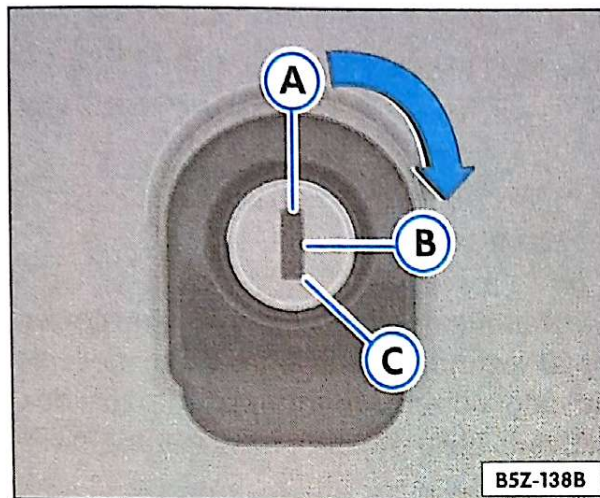

Fig. 50 Tampa do compartimento de bagagem: abertura
- Gire a chave até a posição vertical ⇒ fig. 50 (A).
- Gire a chave até a posição vertical ⇒ fig. 50 (A). As portas devem ser destravadas antes pela porta do condutor ou pelo comando remoto.
- Segure o manípulo ⇒ fig. 50, aperte o botão de abertura e levante a tampa.
- Gire a chave no sentido horário até o batente ⇒ fig. 50 (C) e, segurando-a nesta posição, pressione o botão de abertura e levante a tampa pelo manípulo. A chave não poderá ser retirada do cilindro quando estiver nesta posição.
- Gire a chave até a posição horizontal ⇒ Página 66, fig. 50 . A tampa fica permanentemente travada e somente poderá ser destravada com a chave.